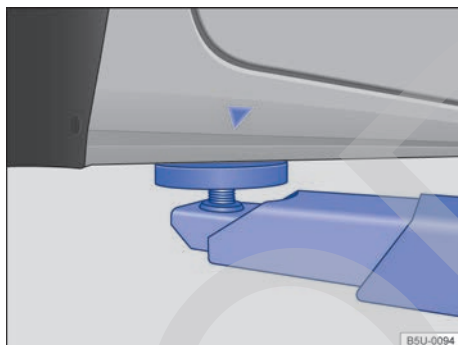
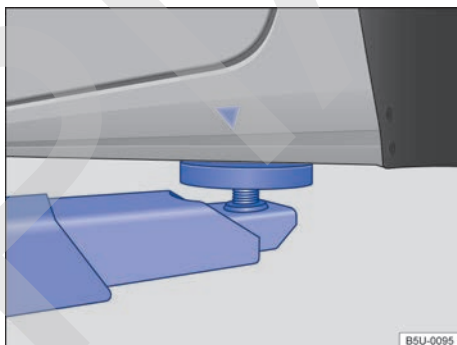

Fig. 141 Puntos de apoyo delanteros para la suspensión con plataforma elevadora o con gato.
Fig. 142 Puntos de apoyo traseros para la suspensión con plataforma elevadora o con gato.
El vehículo debe ser suspendido solamente por los puntos indicados en las figuras ⇒ fig. 141 y ⇒ fig. 142. Si el vehículo no está suspendido por los puntos indicados, pueden ocurrir daños en el vehículo ⇒ ⚠ y lesiones graves ⇒ ⚠.
- Suspender el vehículo solamente por los puntos indicados en las figuras ⇒ fig. 141 y ⇒ fig. 142. Si el vehículo no es suspendido por los puntos indicados, puede caer de la plataforma elevadora cuando, por ejemplo, se desmonta el motor o la suspensión.